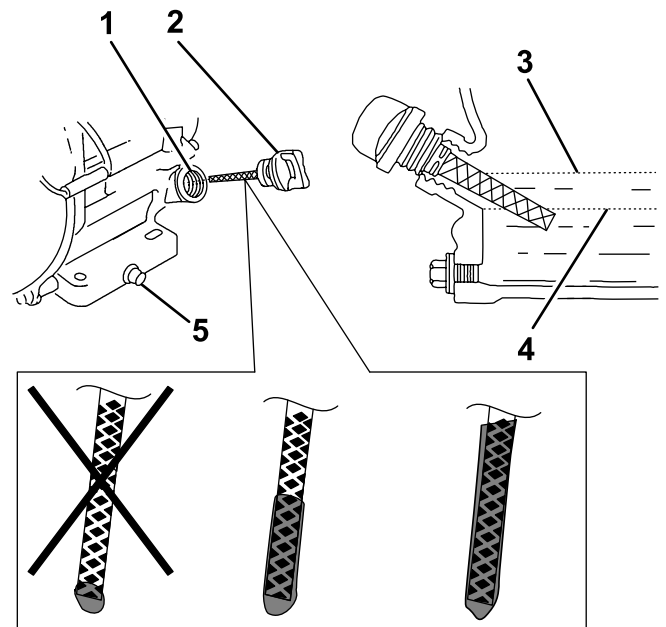

Bild 15
am oberen Limit des Peilstabs oder an der unteren Kante des Einfüllstutzens liegt (Bild 15).
6. Nehmen Sie den Peilstab heraus und gießen langsam Öl in das Einfüllstutzenloch, bis der Ölstand in der Mitte des Peilstabs liegt (Bild 15).